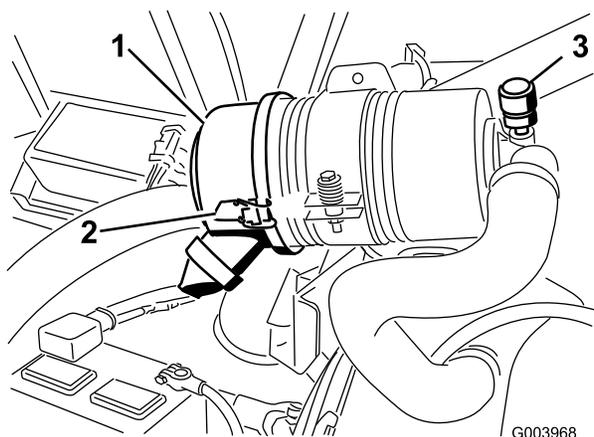

Figura 60
Effettuate la manutenzione del filtro dell'aria quando l'indicatore (Figura 60) lo richiede. Sostituendo il filtro dell'aria prima del necessario si aumenta il rischio che la morchia penetri nel motore quando si toglie il filtro.
1. Rilasciate i fermi che fissano il coperchio del filtro dell'aria al relativo corpo (Figura 60).